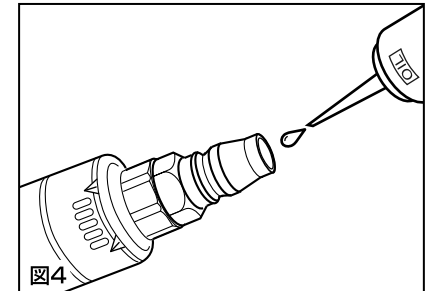

図4
3. 作動前にエア取入口より、スピンドル油がタービンオイルを数滴入れて、軽くならし運転を行い、可動部に油をなじませてください(図4)。